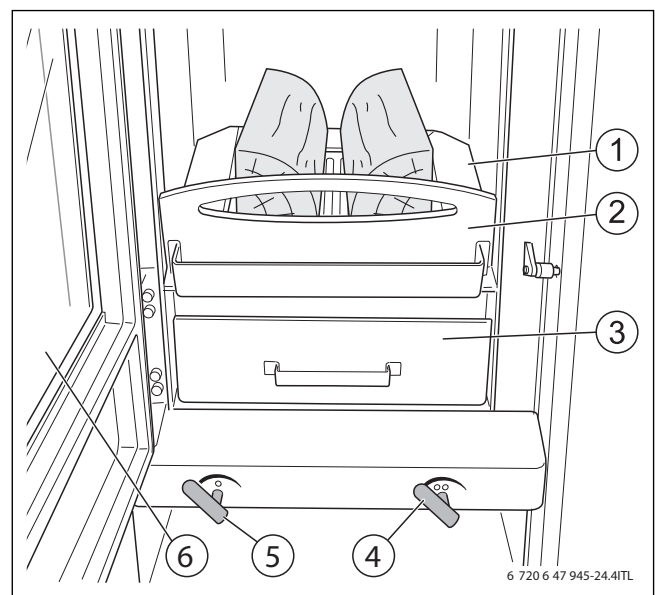

Bild 6 Primär- und Sekundärluftschieber
- ▶ SekundärLuftschieber (→ Bild 6, [4]) zum Erhöhen der Verbrennungsluftzufuhr weiter nach links drehen.
- ▶ Primärluftschieber (→ Bild 6, [5], Seite 10) und SekundärLuftschieber (→ Bild 6, [4], Seite 10) zum Schließen ganz nach rechts drehen.
- ▶ Aschekasten (→ Bild 6, [3], Seite 10) entnehmen und Asche entsorgen.